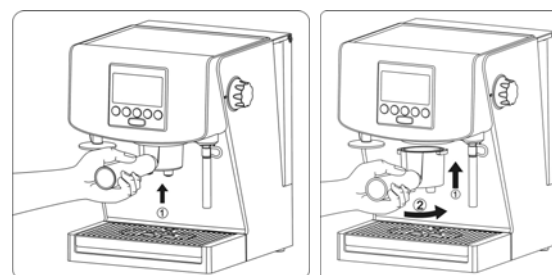

Рис. 3
- 6.1.3. Установи пустую ручку фильтра (6) в головке заваривания (4), переключив уверенным движением вправо (Рис. 3).
- 11.10. Закрепи ручку фильтра (6) в головке запаривания (4), поворачивая уверенным движением вправо (Рис. 3).
- 12.10. Закрепи ручку фильтра (6) в головке запаривания (4), поворачивая уверенным движением вправо (Рис. 3).